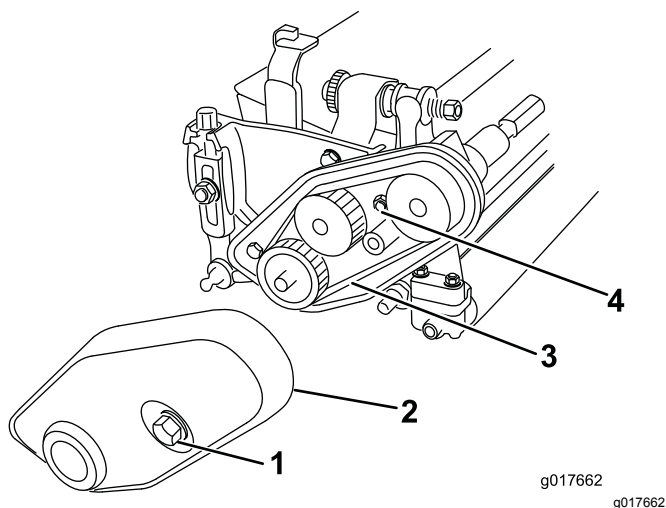

图6
2. 旋松皮带拉紧螺母然后拆下皮带图6。
1. 旋松将皮带罩固定至滚刀组的固定螺栓直至拆下皮带罩图6。
- C. 安装皮带紧固皮带拉紧螺母图6。
- D. 安装皮带罩紧固固定螺栓图6。